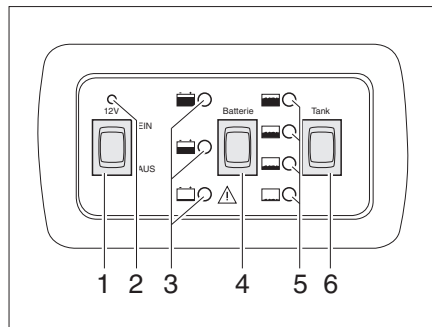

Fig. 93 Panneau de contrôle LT 109
L'interrupteur principal 12 V (Fig. 93,1) établit ou coupe l'alimentation 12 V de la cellule.
*Mise en marche :* ■ Commutateur à bascule (Fig. 93,1) vers le haut : L'alimentation 12 V de la cellule est assurée. Le voyant de contrôle 12 V vert (Fig. 93,2) s'allume.
*Mise hors service :* ■ Commutateur à bascule (Fig. 93,1) vers le bas : L'alimentation 12 V de la cellule est coupée. Le voyant de contrôle 12 V (Fig. 93,2) s'éteint.
L'état de charge de la batterie de cellule peut être consulté avec le commutateur à bascule "Batterie" (Fig. 93,4).
*Affichages :* ■ Appuyer sur le commutateur à bascule "Batterie" (Fig. 93,4) : État de charge de la batterie de cellule.
Après avoir appuyé sur le commutateur à bascule, le voyant de contrôle rouge, jaune ou vert (Fig. 93,3) s'allume :
Le niveau de remplissage du réservoir d'eau peut être consulté avec le commutateur à bascule "Tank" (réservoir) (Fig. 93,6).
*Affichages :* ■ Appuyer sur le commutateur à bascule "Tank" (réservoir) (Fig. 93,6) : Affichage du niveau de remplissage du réservoir.
Un voyant de contrôle (Fig. 93,5) s'allume en appuyant sur le commutateur à bascule :